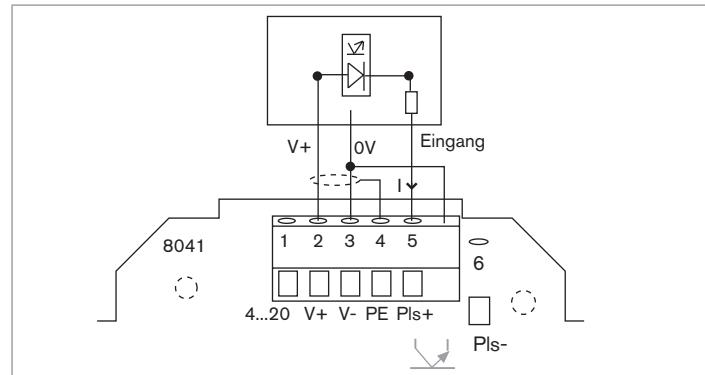

Bild 19: Anschluss des Frequenzausgangs im Modus NPN an einen programmierbaren Automaten
- an einen programmierbaren Automaten im Modus PNP oder im Modus NPN (siehe Bild 19);